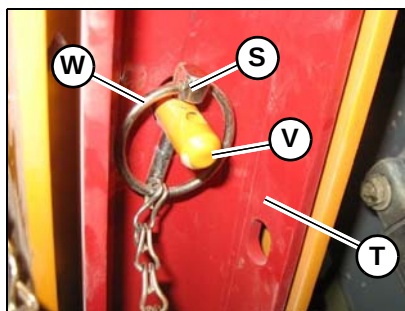

Figura 13 – Posizione di riposo del supporto del braccio di sollevamento
5. Chiedere ad un assistente di sollevare il supporto del braccio di sollevamento (T, Figura 13) finché non tocchi il braccio di sollevamento stesso. Reinstallare la coppia (S) attraverso il perno (V) sul braccio di sollevamento per fissarne il supporto (T) in posizione di riposo.
6. Ripiegare l'anello (W) della coppia (S) per bloccare la coppia in sede.